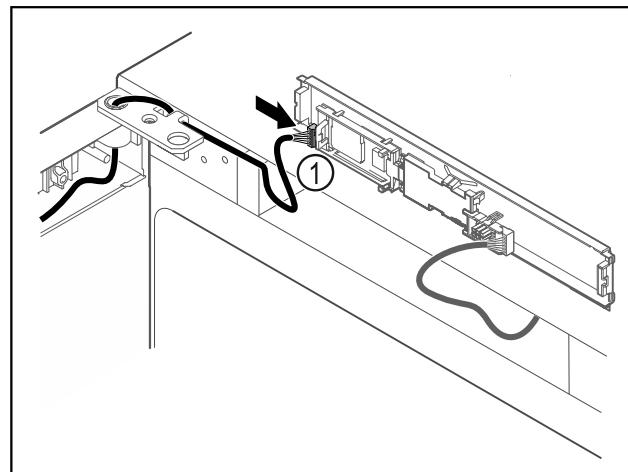

Fig. 64
- Подключите штекер Fig. 64 (1) к панели.